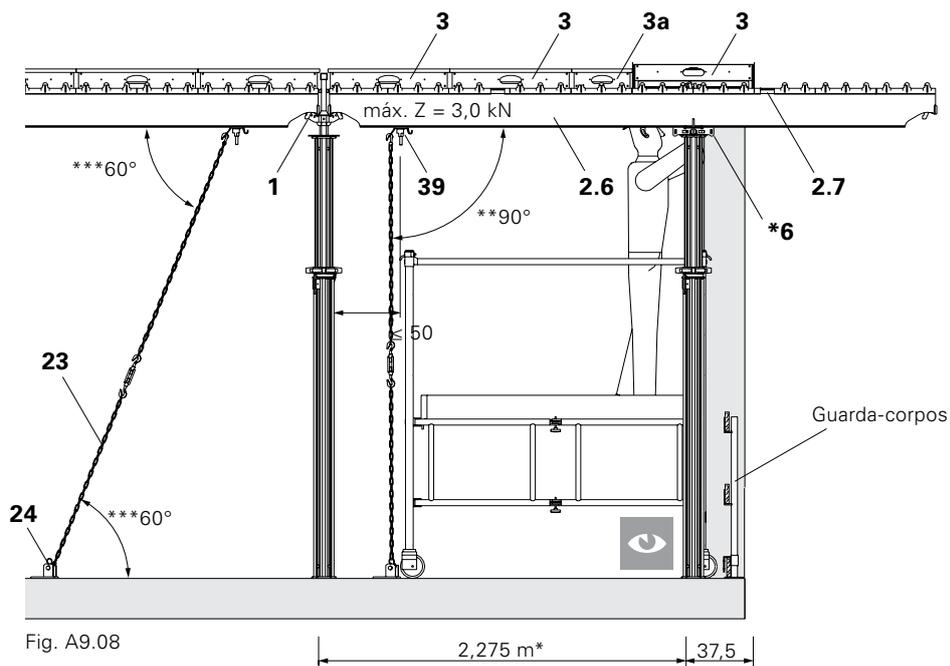

Fig. A9.08
1. Colocar o prumo com cabeçal de caída SFK (1) na extremidade da laje e aprumar com tripé.
2. Ligar a viga principal SLT 375 (2.6) a um segundo prumo com cabeçal de apoio SSK (6) a 2,275 m da extremidade do edifício. (Utilizando exclusivamente cabeçal de apoio; posicionar o prumo da frente a uma distância de 2,25).
3. Montar o olhal de tracção SAO (39) na viga principal. Distância  $\leq 50$  cm, a partir da extremidade que não está em consola.
4. Ligar a corrente de ancoragem (23) com esticador ao olhal do topo e ancorar ao chão com uma placa base (24). (Fig. A9.08)
5. Instalar três painéis 150 x 75 (3) e um painel de fecho 150 x 37,5 (3a) em cada vão a partir de baixo até ao final do suporte de painéis (2.7) da viga principal SLT 375. Por exemplo, com o carro de descofragem ASW 465.
- Os prumos estão alinhados com os prumos da plataforma de canto? (Fig. A9.08)